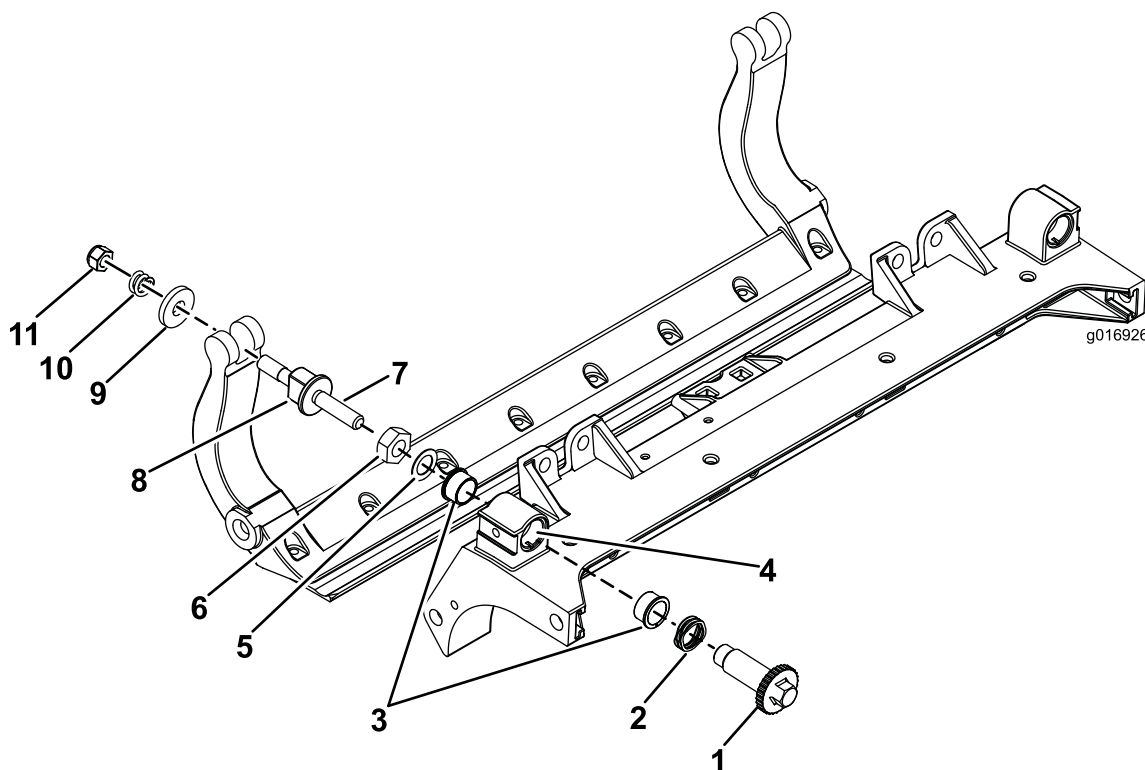

図 41
1. 全部のパーツを取り外すHD DPA キットの 取り付け要領書および図 41を参照。
2. カuttingユニットのセンターフレームのブッシュ挿入場所に固着防止剤を塗布する 図 41。
3. フランジブッシュのキーとフレームのキー溝を揃えて、ブッシュを挿入する 図 41。
4. アジャスタシャフトにウェーブワッシャを通し、アジャスタシャフトをCuttingユニットのフレームのフランジブッシュに通す 図 41。
5. 平ワッシャとロックナットでアジャスタシャフトを固定する 図 41。
12. その外側からスチール製ワッシャを取り付ける 図 41。
注 内側のワッシャには遊びがあってもかまいません 図 41。
15. 各ベッドバーアジャスタアセンブリを締め付けて圧縮スプリングを完全に圧縮し、そこから1/2回転だけ戻す 図 41。